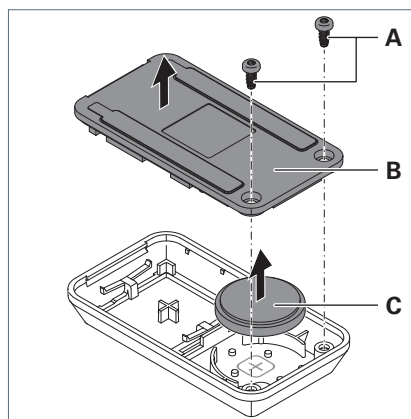

Fig. 26: Cambio batteria.
- Svitare le viti **A** dal retro **B** dell'elemento di comando, vedere Fig. 26.